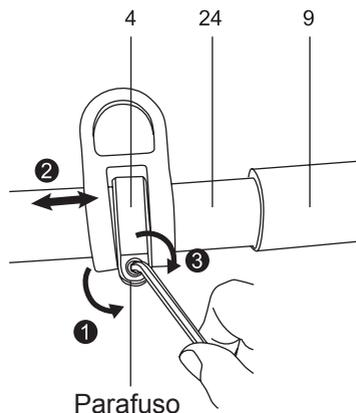

Fig. 19
3. Abra o clipe (29a) para remover o arnês da argola (3).
4. Abra o fecho (29b) para soltar rapidamente o arnês (29).
5. Se necessário, coloque o retedor da argola (4) numa posição adequada para ser confortável e de fácil controlo. Desaperte o parafuso e mova o retedor da argola (4) para frente e para trás ao longo do cabo (24). É preferível posicionar o retedor da argola (4) a uma distância inferior a 30 cm da superfície de apoio (9). Após o ajuste, volte a apertar o parafuso. (Fig. 19)